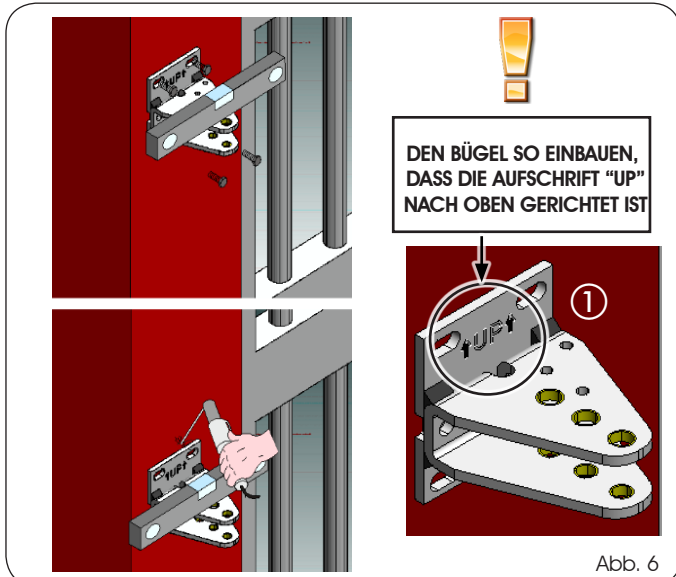

Abb. 6
1. Beim perfekt waagrecht Anschweißen oder Befestigen des hinteren Anschlusses mit geeigneten Schrauben, Dübeln/gewindeschnittenen Einsatzstücken an der Säule müssen die in der Tabelle 1 genannten Werte berücksichtigt werden. (Unter keinen Umständen darf der hintere Anschluss abgeschnitten werden. Er muss immer mit nach oben gerichteter Aufschrift "UP" wie in Abb. 6 Bez. ① dargestellt angeordnet werden).